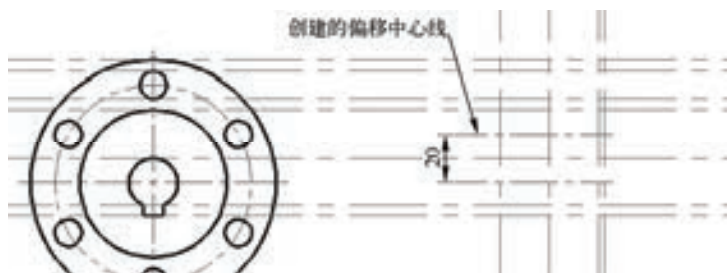

图 8-38 创建偏移中心线
13) 继续执行偏移操作。单击“偏移”按钮, 创建图 8-38 所示的偏移中心线。